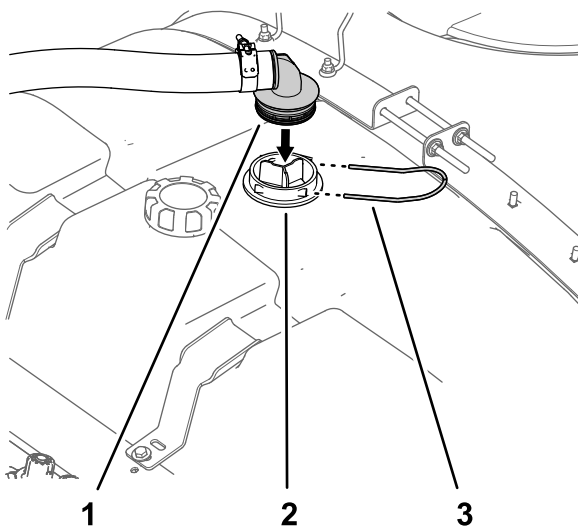

Figura 2
1. Nella parte superiore del serbatoio di irrorazione, togliete la forcella di fissaggio che blocca il raccordo dentellato a 90° del flessibile di aspirazione all'alloggiamento della griglia di aspirazione e allontanate il raccordo dentellato dall'alloggiamento (Figura 2).
2. Togliete il raccordo a 90° dall'alloggiamento della griglia di aspirazione (Figura 2).